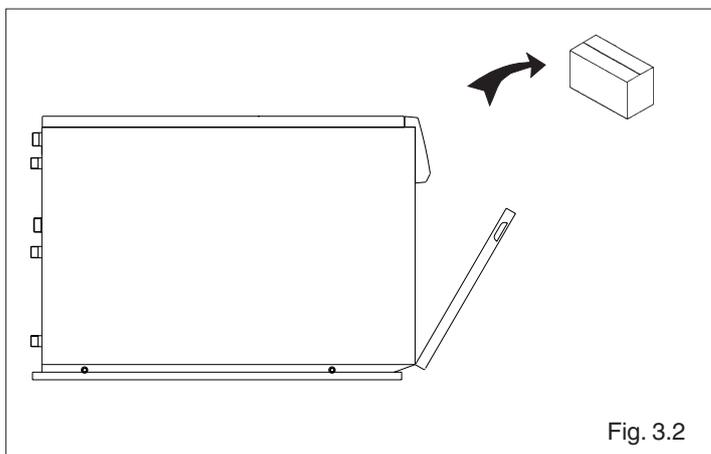

Fig. 3.2
- togliere il pannello anteriore della mantellatura (fig. 3.2)